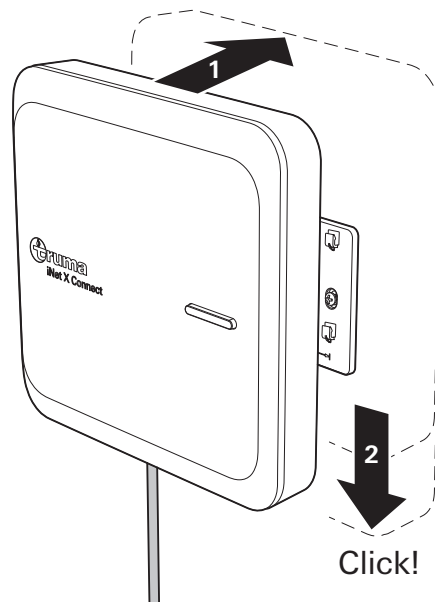

Abb. 19
- ❗ Das Connect kann alternativ um 180° gedreht in die Montageplatte eingesetzt werden, sodass sich der Anschluss für den Stecker des Kabels nicht unten (Abb. 19), sondern oben befindet.